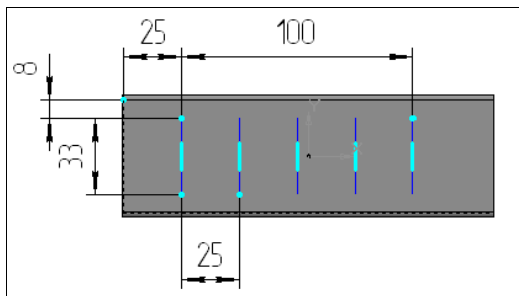

Рис. 41.7. Эскизы жалюзи
- ♦ с помощью вспомогательных линий создайте эскиз, как на рис. 41.7;